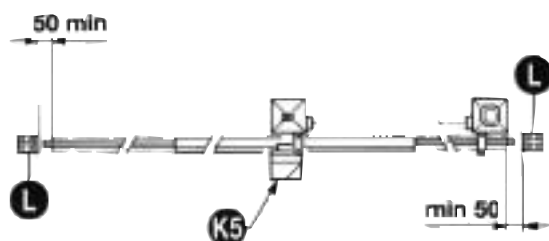

Fig. 2
Ne pas générer de zone d'écrasement (par exemple entre le vantail ouvert et la cloture). Outre les fins de course présents sur l'opérateur, il est nécessaire d'installer des butées mécaniques fixes à l'extrémité de chaque course de sorte à arrêter le portail en cas de dysfonctionnement des fins de course électriques. Pour cela, les butées mécaniques doivent être dimensionnées de sorte à supporter la poussée statique du moteur ajoutée à l'énergie cinétique du portail (12) (Fig.2).